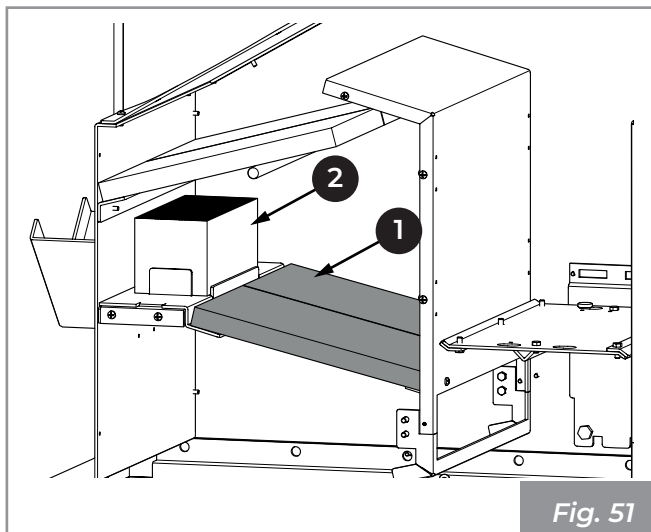

Fig. 51
- 5) Sfilare ed estrarre i pannelli (1) (Fig. 51).
- 6) Sfilare ed estrarre l'O2RING (2).